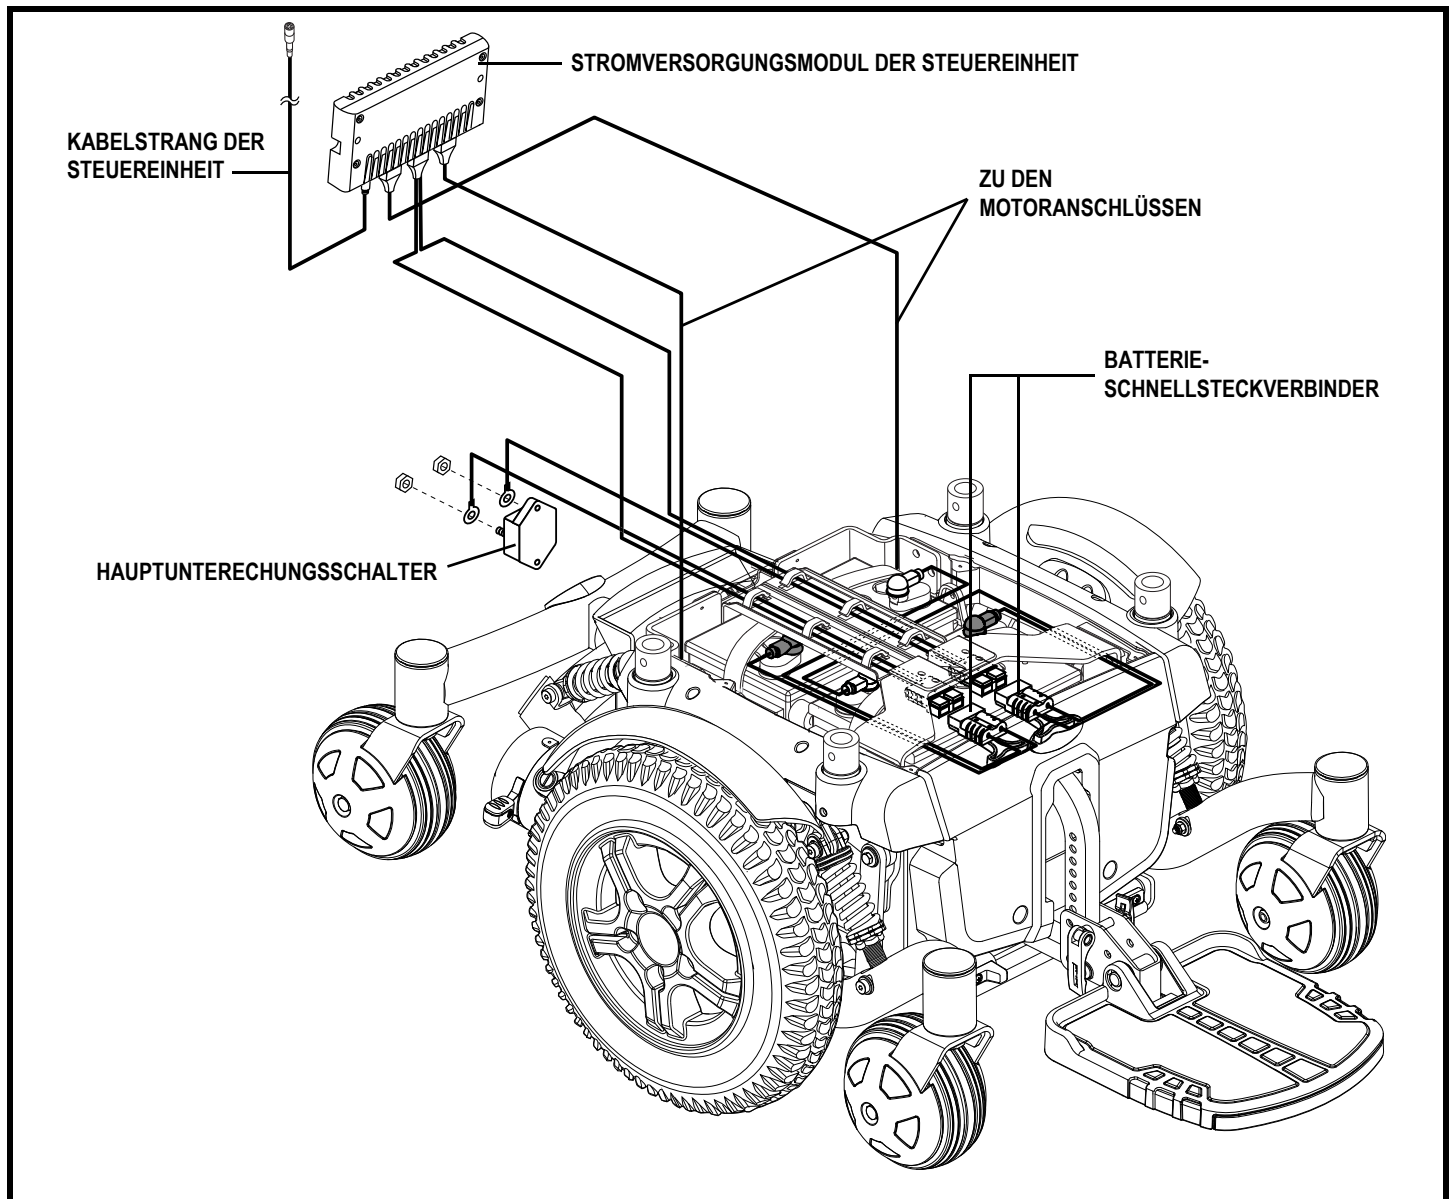

Abb. 7. Quantum 6000Z Elektrische Baugruppen
Bei den elektrischen Komponenten handelt es sich um die Steuereinheit, die Batterien und die Motoren. Batterien, Motoren und Stromversorgungsmodul der Steuereinheit (falls vorhanden) befinden sich in der Antriebsbasis. Die Steuereinheit befindet sich an der Armlehne. Die elektrischen Verbindungen zwischen Steuereinheit und Motoren, Batterien und Batterieladeeinheit verlaufen über einen oder mehrere Kabelstränge. **Siehe Abbildung 7.**
6. Den Steckverbinder der Steuereinheit in die Antriebsbasis stecken. **Siehe Abbildung 7.**
4. Den/die Steckverbinder der Steuereinheit von der Antriebsbasis trennen. **Siehe Abbildung 7.**